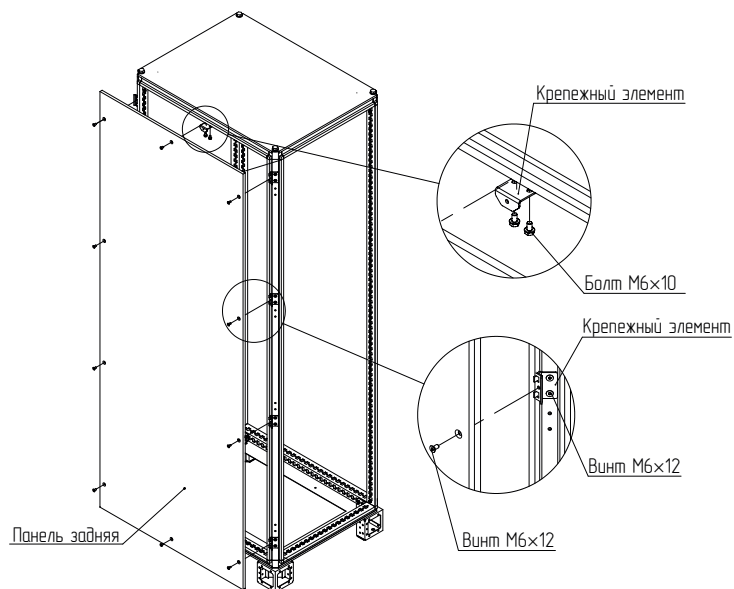

Рисунок 16
4.4.3 Закрепить восемь крепежных элементов на стойках каркаса (рисунок 16). Для крепления использовать самонарезающие винты M6×12. Момент затяжки – 7 Н·м.